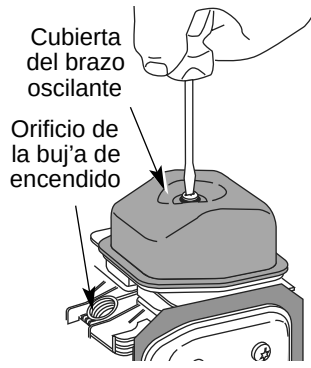

Fig. 37
7. Limpie la suciedad de alrededor de la cubierta del brazo oscilante. Saque el tornillo que sostiene la cubierta del brazo oscilante con un destornillador grande de vástago plano o con una broca Torx T-25 (Fig. 37). Saque la cubierta y la junta del
- ¥ El pistón se encuentre en la parte superior de su recorrido mientras mira dentro del orificio de la bujía de encendido (Fig. 37).